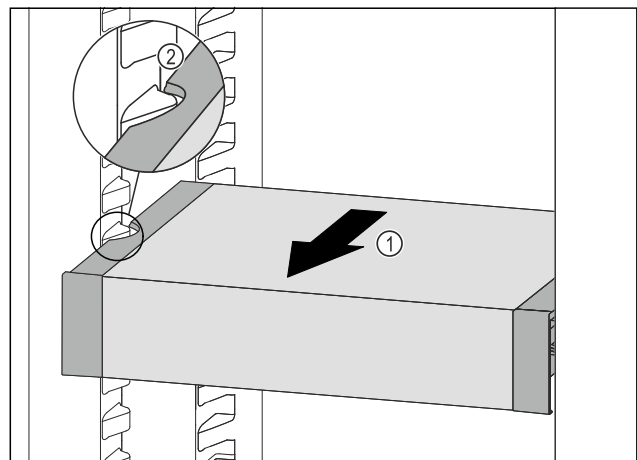

Fig. 142
- ▶ VarioSafe naar voren trekken Fig. 142 (1), tot de uitsparingen aan de zijkant van de VarioSafe zich ter hoogte van de rib in het koelgedeelte bevinden. Fig. 142 (2)